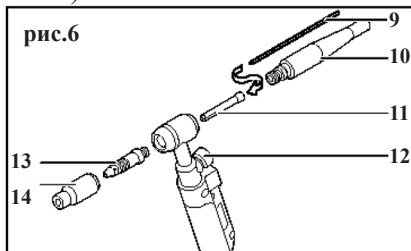

рис.6
6.9.2 Заточите вольфрамовый электрод 9 (рис.6). Отвинтите зажим колпачка горелки 10. Вставьте вольфрамовый электрод 9 в отверстие цанги 11, вставьте цангу и повторно поверните зажим колпачка 10.
6.9.7 Регулировка потока защитного газа. Откройте клапан **12** (рис.6) горелки TIG. Расходомер потока **16** показывает расход газа, манометр **19** показывает остающееся содержание газа в баллоне. Всегда закрывайте клапан **12** горелки TIG, когда не работаете, для предотвращения расхода газа.